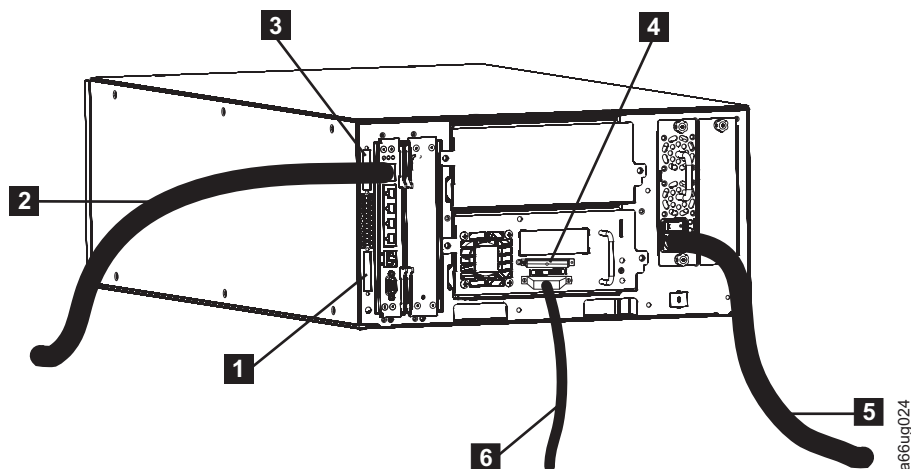

Рисунок 3-16. Подключение библиотеки 14U с одним накопителем SCSI
1. Подключите терминатор соединения верхнего модуля (**3** на рис. 3-16).
2. Подключите терминатор соединения нижнего модуля (**1** на рис. 3-16).
3. Подключите один конец кабеля Ethernet (**2** на рис. 3-16) к порту Ethernet платы управления библиотеки, а затем подключите другой конец кабеля к сети.
- Подключите терминаторы SCSI (**4** на рис. 3-16) к верхнему разъему всех накопителей SCSI библиотеки.
- Подключите один конец кабелей SCSI к нижнему разъему всех накопителей SCSI (**6** на рис. 3-16), затем подключите другой конец кабелей к хосту.
5. Вставьте один конец кабеля питания (**5** на рис. 3-16) в розетку блока питания библиотеки, затем подключите второй конец кабеля к источнику питания. Повторите это действие для всех блоков питания библиотеки.